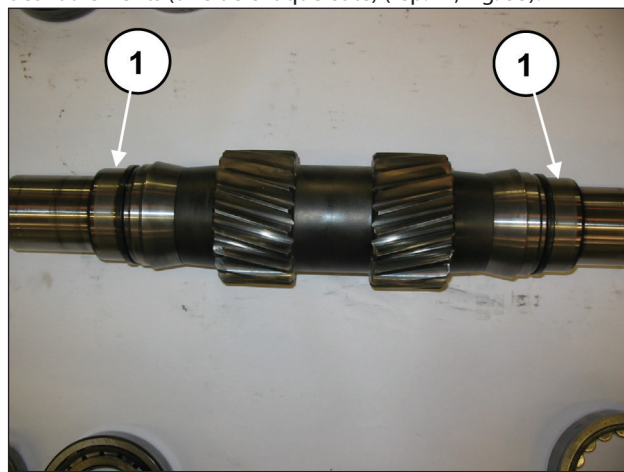

Fig. 53
insérer sur l'arbre de la prise de force les 2 bagues intérieures des roulements (une de chaque côté) (rep. ①, Fig. 53).